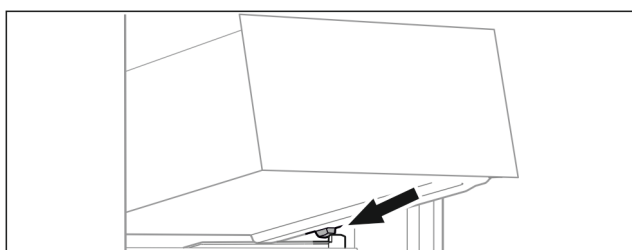

Fig. 119
- ▶ Applicare il cassetto inclinandolo dietro i fermi sulla nervatura del contenitore. (vedere Fig. 119)